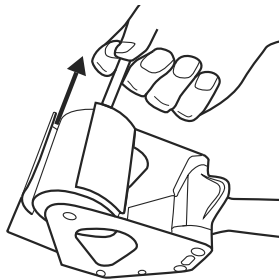

Figure 2
2. Retirez le tube doté d'une bague. (Voir Figure 2)